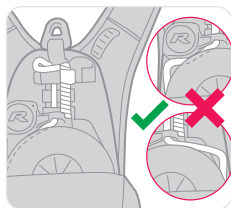

Abbildung 6
- Überprüfen Sie, dass das Abseil-Seil zwischen Trommel und Gestell nicht schlaff ist (siehe Abbildung 6). Wenn das Seil schlaff ist, muss das MSA PRD sofort außer Betrieb genommen werden und an MSA oder einen autorisierten Händler zurückgeschickt werden.